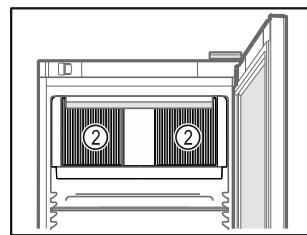

Fig. 72
- ☐ Тримати відкритою вентиляційну щілину Fig. 72 (2) вентилятора циркуляційного повітря у внутрішній камері.